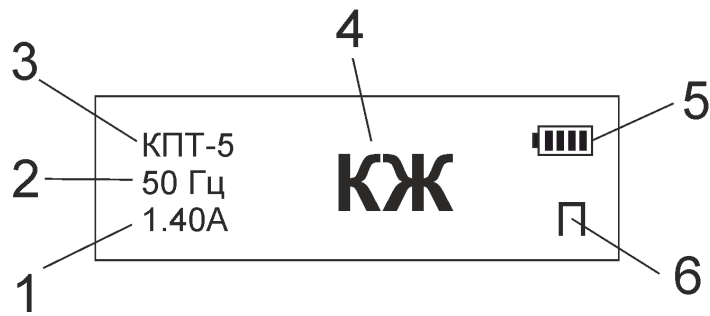

Рис. 11
1.5.3.3 На рис.11 показан пример отображения информации в режиме передачи кодов АЛСН;